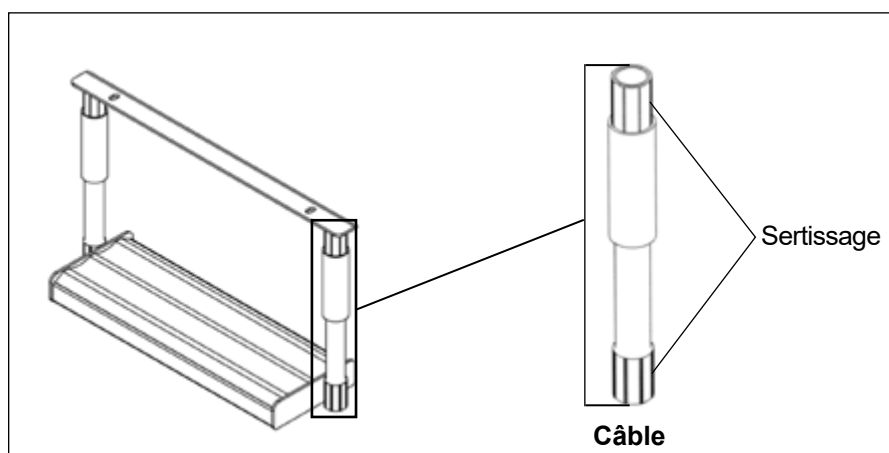

Figure 2 — Inspection de l'échelon à câble
3. Localisez le premier échelon à câble et vérifiez s'il n'y a pas de sertissage, un sertissage à 2 crêtes ou un sertissage à 8 crêtes au point de connexion où le tuyau rencontre le câble (voir Figures 2, 3, 4 et 5). Enregistrez les résultats dans le tableau Résultats d'inspection à la page 5.